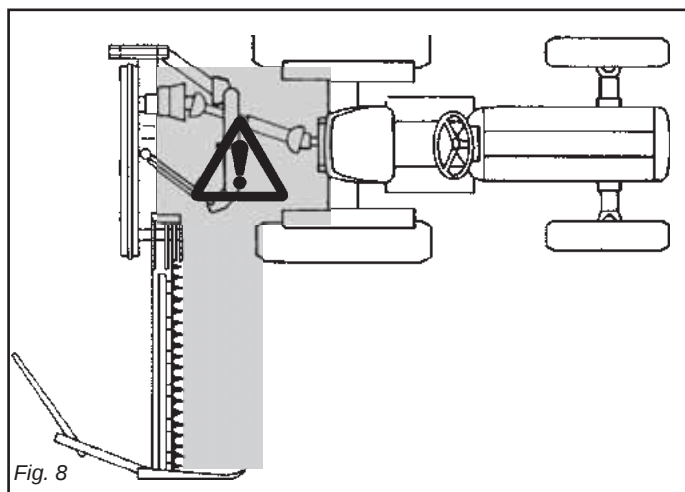

Fig. 8
- 29) Строжайше запрещено находиться между трактором и оборудованием (Рис. 8) при включённом двигателе и выполненном карданном соединении, не включив предварительно стояночный тормоз и не установив под колёса, для их блокировки, колодки или камни.
- 33) Категорически запрещается вставлять между трактором и прицепом чтобы использовать управление извне для подъёма (Рис. 8).